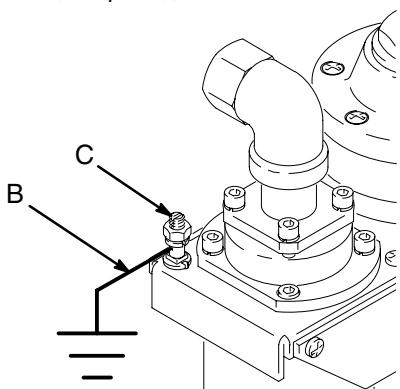
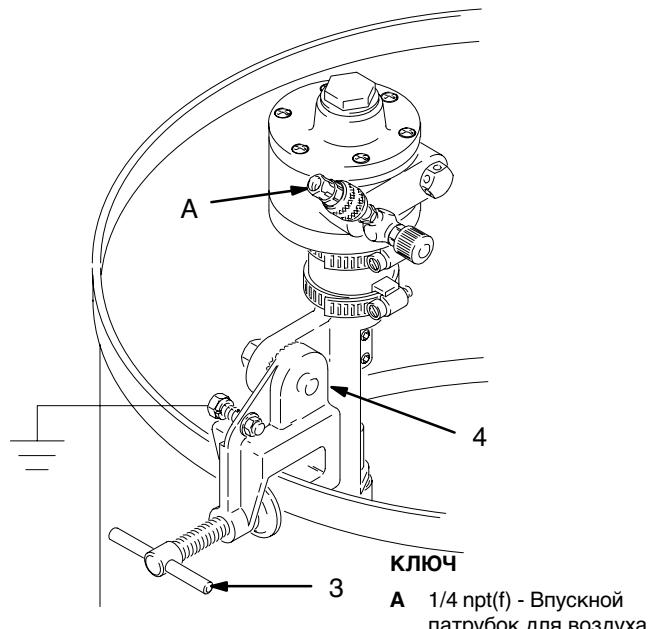

Рис. 1 03024
Рис. 2 05384B
ПРИМЕЧАНИЕ: Справочные номера и буквы в скобках в тексте относятся к сноскам на Рис. 1 и Рис. 2 и на чертеже деталей.
Подсоедините один конец заземляющего провода (B) к клемме заземления (C) мешалки. См. Рис. 1. Подсоедините другой конец заземляющего провода к надежному заземлению. Заказывайте деталь № 237569, Заземляющий провод и зажим.
Установите мешалку на стенке бочки или резервуара, и надежно затяните винт зажима (3). См. Рис. 2. Для регулировки угла наклона мешалки в бочке, ослабьте затяжку винта кронштейна (4). Отрегулируйте наклон мешалки на желаемый угол, а затем снова надежно затяните винт.